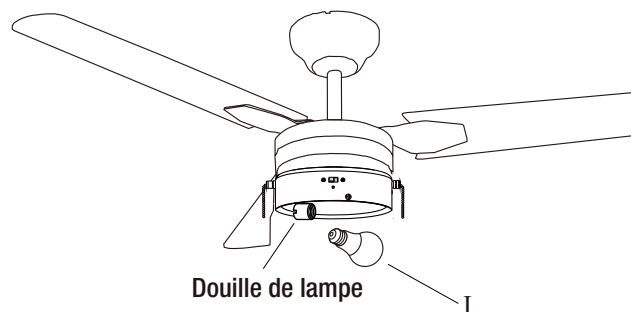

Figure 15
- Installer une ampoule électrique (I) (max. 9W, LED, moyenculot à vis) dans le douille de lampe (Figure 15).